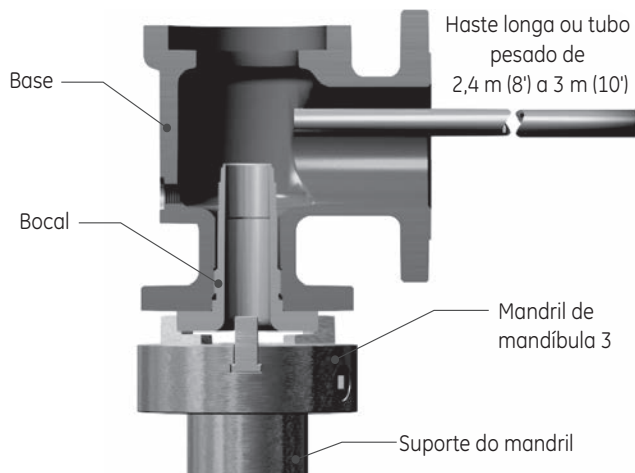
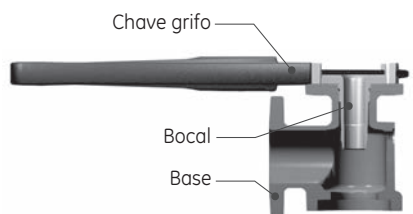

Figura 31: Afrouxar o bocal da base
Figura 32: Remoção do bocal da base
- Use uma chave de tubos grande no flange do bocal para remover o bocal da base (Figura 31).
4. Remova o bocal da base da válvula, conforme sugerido na Figura 31, ou usando uma chave sextavada ou uma chave de tubo no flange, conforme indicado na Figura 32.
3. Remova o Bocal da Base da Válvula, conforme sugerido na Figura 31, ou usando uma chave sextavada ou uma chave de tubo no flange, conforme indicado na Figura 32.